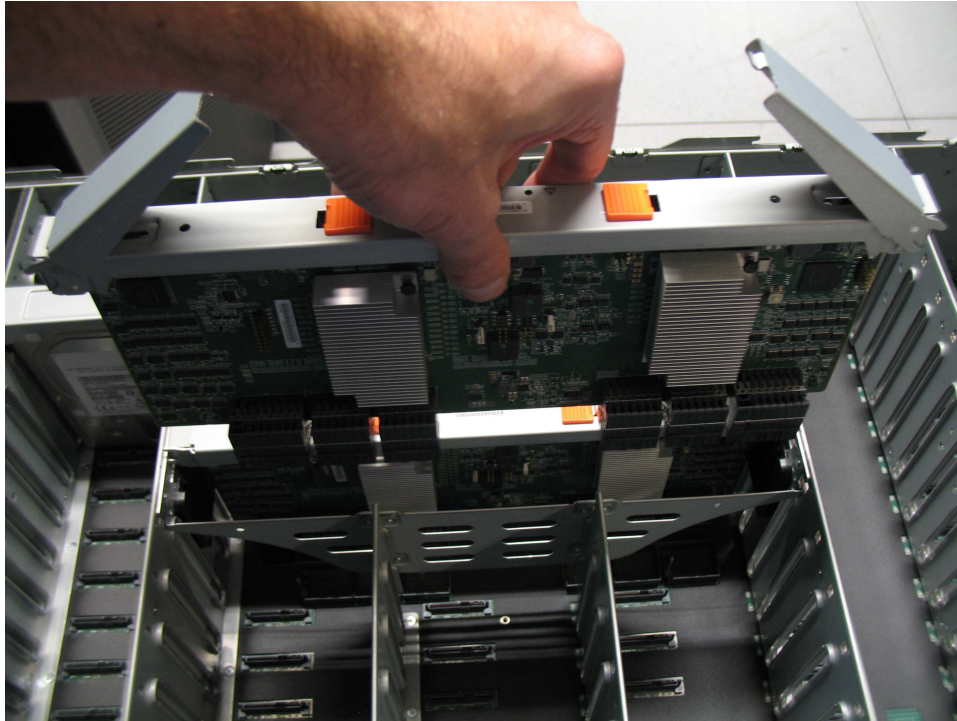

図 89. 2 次拡張機構モジュールの再取り付け
4. 102 ページの図 89 に示すように、エンクロージャのガイド・スロット内で 2 次拡張機構モジュールの端を注意深く位置合わせします。